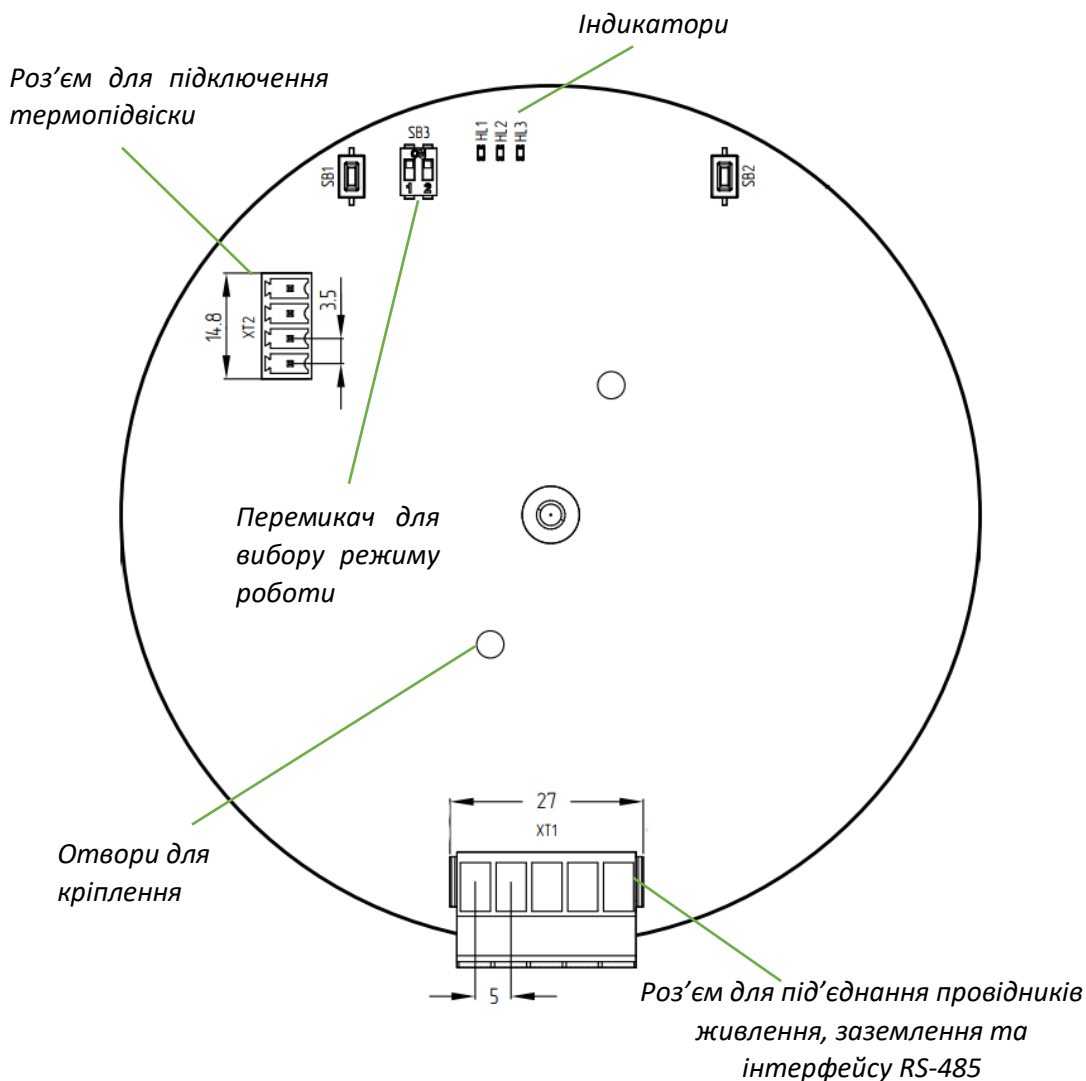

Рис. 17 – Розташування роз'ємів електронного блоку рівнеміра
Для підведення живлення, корпусного заземлення електронного блоку, підключення провідників кабелю використовується роз'єм XT1. На платі електронного блоку нанесена таблиця відповідності виводів. Виводи пронумеровані зліва-направо. На рис. 17 наведено розташування роз'ємів, індикаторів та кнопок на електронному блоці рівнеміра.
- Від'єднати відповідну частину роз'єму XT1 (див. рис. 17).
- Підключити / відключити роз'єм термopідвіски до гнізда XT2 на платі електронного блоку (див. рис. 17).